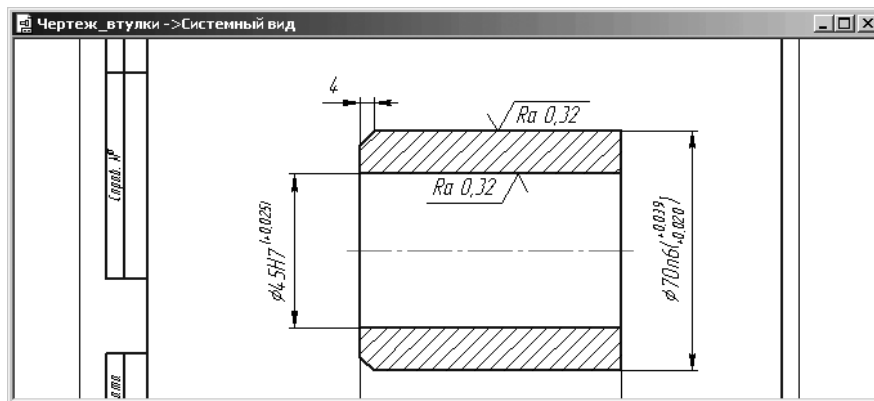

Рис. 4.86. Начальная фаза установки размера фаски втулки
- переместите курсор к месту установки размерной линии t3 – вверх и щелкните мышью для фиксации ее местоположения. Это может выглядеть так, как показано на рис. 4.86;